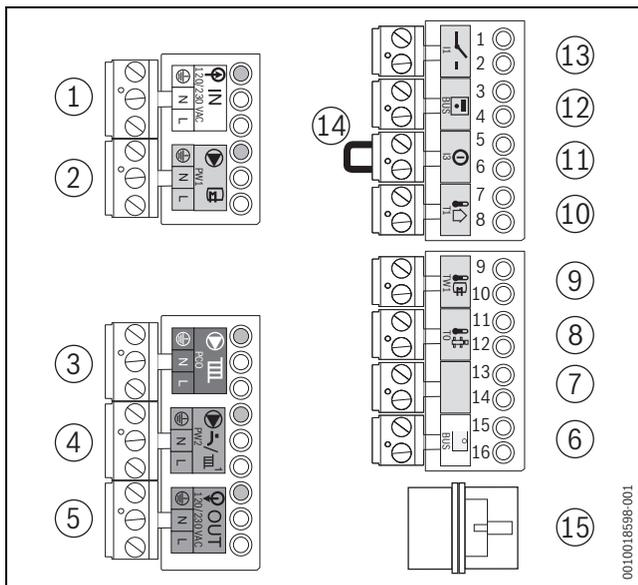

Bild 51 Klemmleiste
- ▶ Regler auf Anschlussklemme **BUS** (→ Bild 51, [6]) anschließen. Hierzu ein 2-adriges Stromkabel von 0,4 bis 0,75 mm2 verwenden.
- ▶ Brücke (→ Bild 51, [14]) auf Anschlussklemme ① entfernen.
- ▶ Außentemperaturfühler an Anschlussklemme T1 (→ Bild 51, [10]) anschließen.
- ▶ Speichertemperaturfühler an Anschlussklemme TW1 (→ Bild 51, [9]) anschließen.
- ▶ Heizungspumpe an die grüne Anschlussklemme PCO (→ Bild 51, [3]) anschließen.
- ▶ Zirkulationspumpe an die lila Anschlussklemme PW2 (→ Bild 51, [4]) anschließen.
- ▶ Speicherladepumpe an die graue Anschlussklemme PW1 (→ Bild 51, [2]) anschließen.
- ▶ Externes 3-Wege-Ventil an die graue Anschlussklemme PW1 (→ Bild 51, [2]) anschließen.